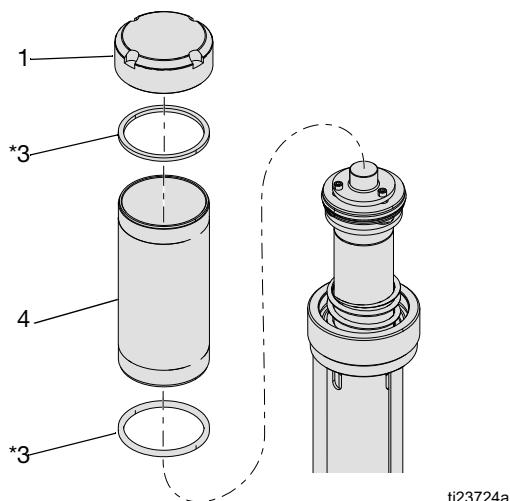

FIG. 10
2. Avlägsna lock (1), cylinder (4) och fyrkantig packning (3*). Inspektera alla delar, inklusive fjädern under huvudet (visas inte i FIG. 10) efter skador och ersätt om nödvändigt. Se FIG. 10. Skruva loss för hand eller använd en kedjenyckel för att förhindra att cylinderns form förvrängs.